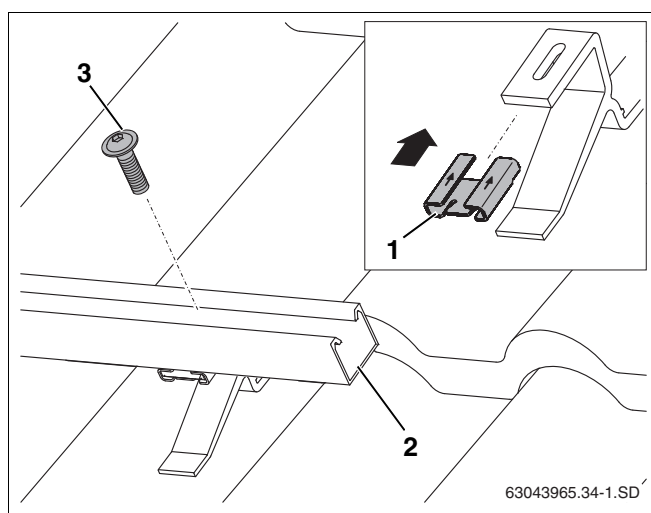

Рис. 32 Крепление профильных реек на кровельных крюках
- ▶ Наденьте сдвижную гайку (рис. 32, **поз. 1**) по направлению, указанному стрелкой, на кровельный крюк.
- ▶ Уложите нижние профильные рейки (рис. 32, **поз. 2**) на кровельные крюки и для дальнейшего их выравнивания только слегка закрепите винтом M8 (рис. 32, **поз. 3**).